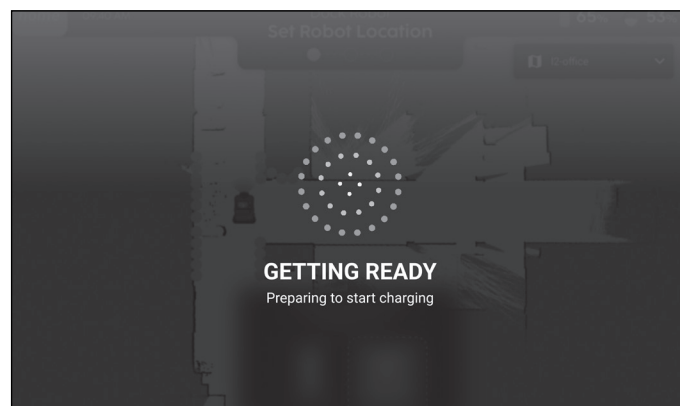

Abbildung 63
- Drücken Sie auf „Start“ und die Maschine beginnt mit dem Andocken (Abb. 63).